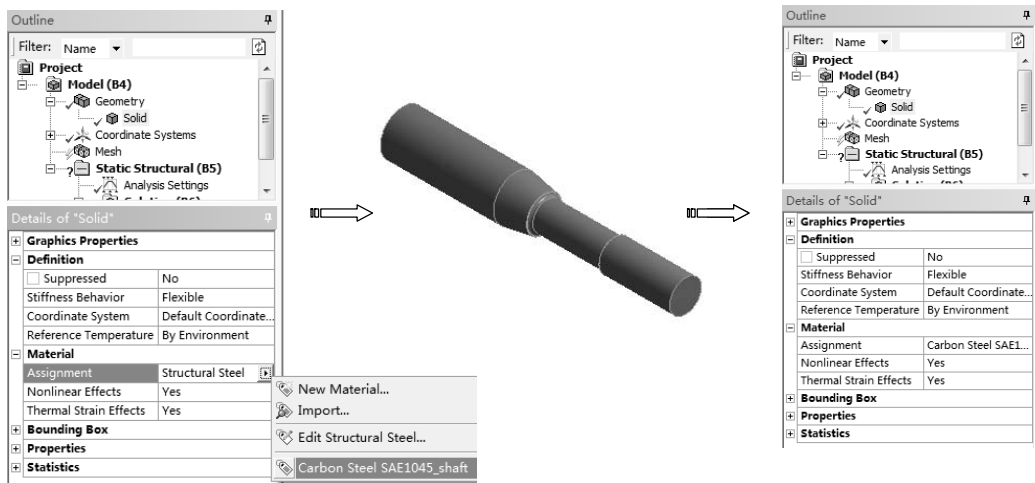

图 7-56 设置工件材料
3) 在窗口左侧【Outline (分析树)】中单击【Geometry】节点下的【Solid】，此时在【Details of “Solid” (参数列表)】显示模型参数。单击【Material】节点下的【Assignment】选项，然后单击  按钮，选择【Carbon Steel SAE1045-Shaft】，将材料设置为碳钢，如图 7-56 所示。